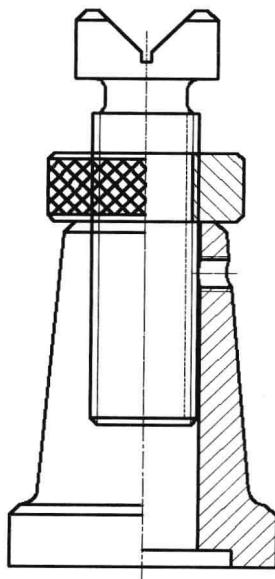

图 6-6-4
(5) 用同样方法，插入“螺杆零件图.dwg”图形，单击“移动”按钮 搬 ，将螺杆移至螺母上端，如图 6-6-4 所示。